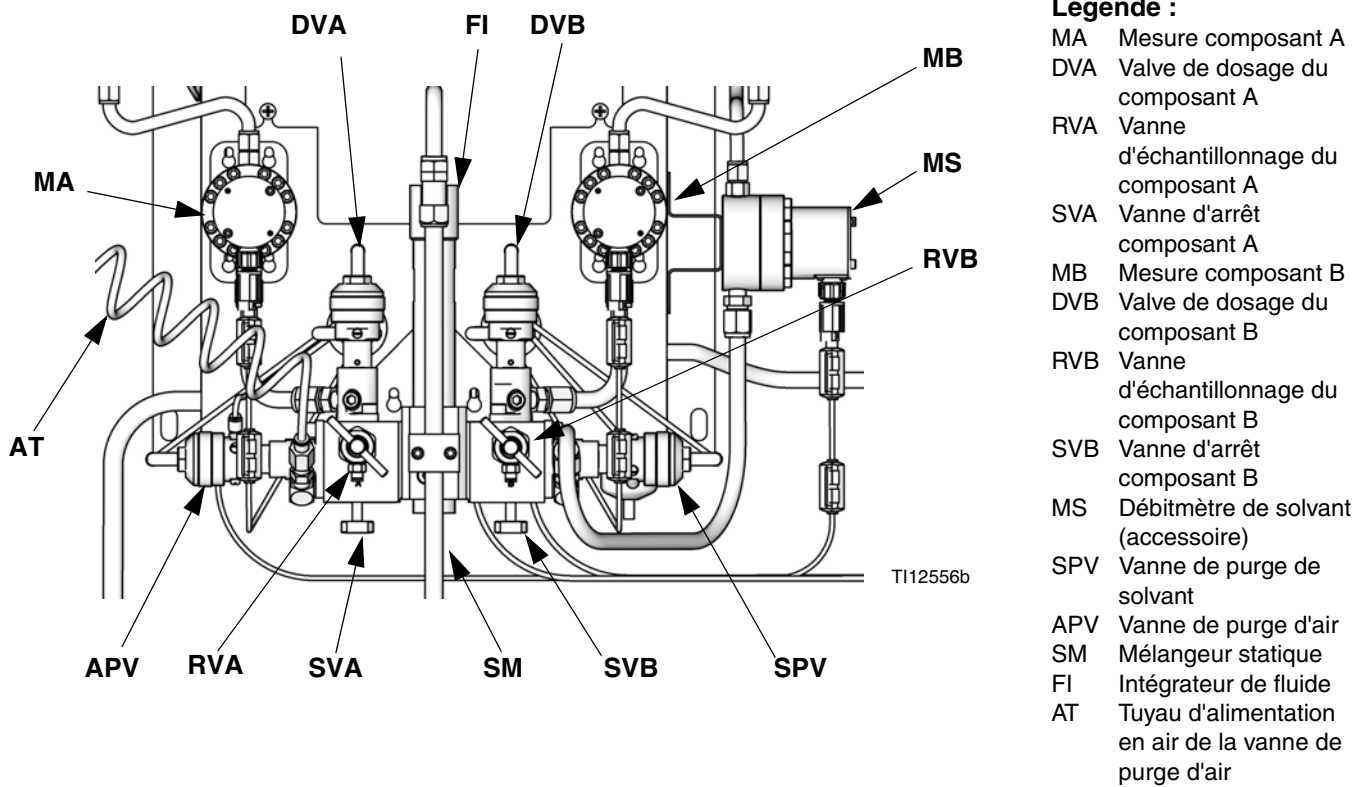

FIG. 3 : station de fluides à montage mural
4. Coupez l'alimentation en produit vers la vanne de purge au solvant (SPV) et l'alimentation d'air vers la vanne de purge d'air (APV), FIG. 3.
2. Fermez la vanne d'arrêt du côté A (SVA), FIG. 3. Ouvrez la vanne d'échantillonnage côté A (RVA).
8. Ouvrez la vanne d'arrêt du côté A (SVA), FIG. 3. Fermez la vanne d'échantillonnage côté A (RVA).